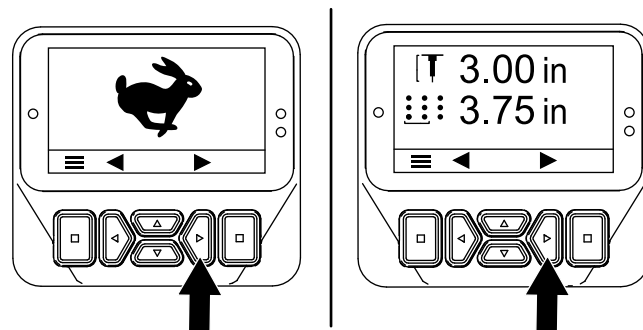
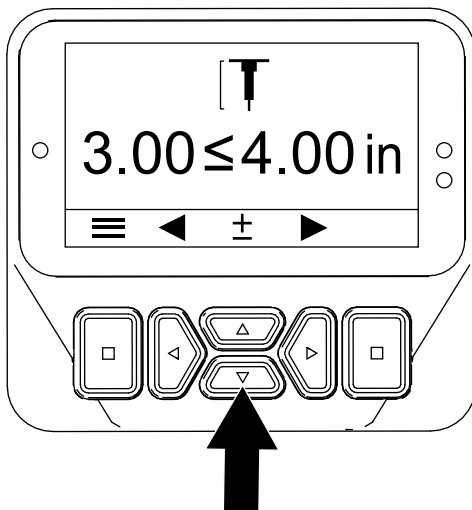

図 51
図 52
3. [穴の深さの設定] 画面が表示されるまで、右ボタンを押す (図 51と図 52)。
4. 次のように上下ボタン (図 52) を使ってタインの深さを調整する。